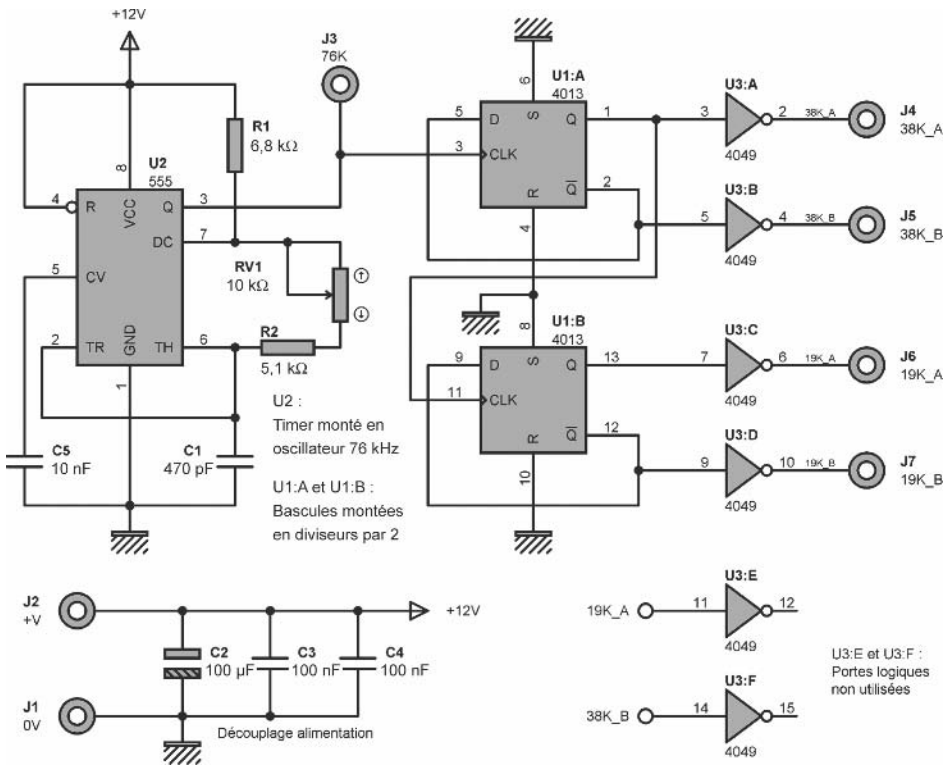

Figure 3.15
**Tentatoo** – Pour vous présenter trois méthodes possibles, tout simplement. Le premier oscillateur est de type libre, sa stabilité peut demander un réajustage de temps en temps. Voyez son schéma en **figure 3.15**. Ne tenez pas compte de la partie inférieure du schéma (découplage alim et portes logiques non utilisées), qui n'est pas utile pour la compréhension du circuit oscillateur à proprement parler.